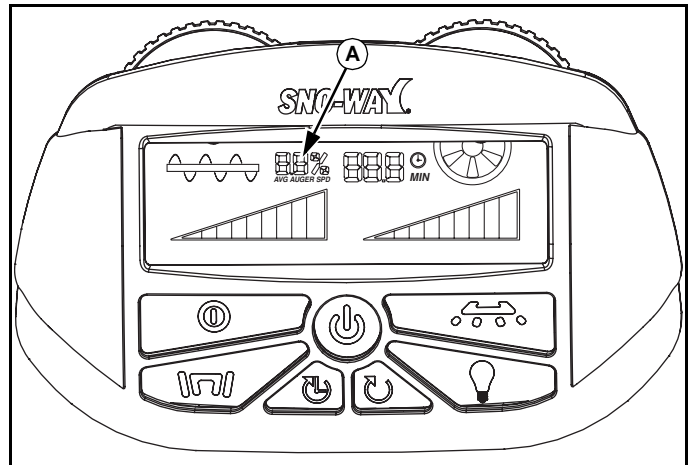

Abb. 1-16
Die Anzeige für die durchschnittliche Schneckengeschwindigkeit (A) zeigt den Durchschnittsbetrieb der Schnecke an. Die Durchschnittsgeschwindigkeit hilft bei Streuguteinsatzberechnungen. (Siehe Abb. 1-16.)